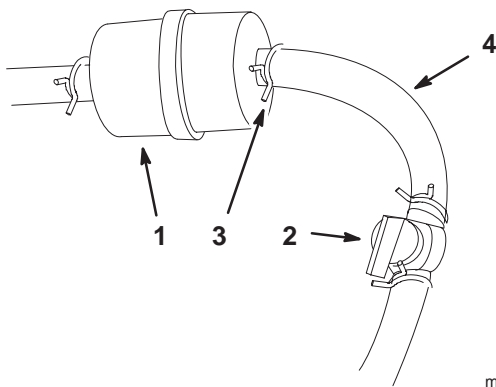

Figure 43
7. Posez un filtre neuf et rapprochez les colliers de fixation du filtre (Fig. 43).
2. Fermez le robinet d'arrivée de carburant (Fig. 43).
3. Desserrez le collier de serrage au niveau du filtre à carburant et repoussez-le le long de la conduite d'alimentation pour l'éloigner du filtre (Fig. 43).
4. Débranchez la conduite d'alimentation du filtre (Fig. 43). Ouvrez le robinet d'arrivée de carburant et laissez l'essence s'écouler dans un bidon ou un bac de vidange.
5. Raccordez la conduite d'alimentation au filtre. Rapprochez le collier de serrage du filtre pour fixer la conduite d'alimentation (Fig. 43).